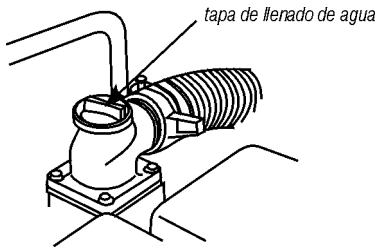

Fig. 8 – Quitando la tapa de llenado de agua
- Retire la tapa de llenado de agua (fig. 8);